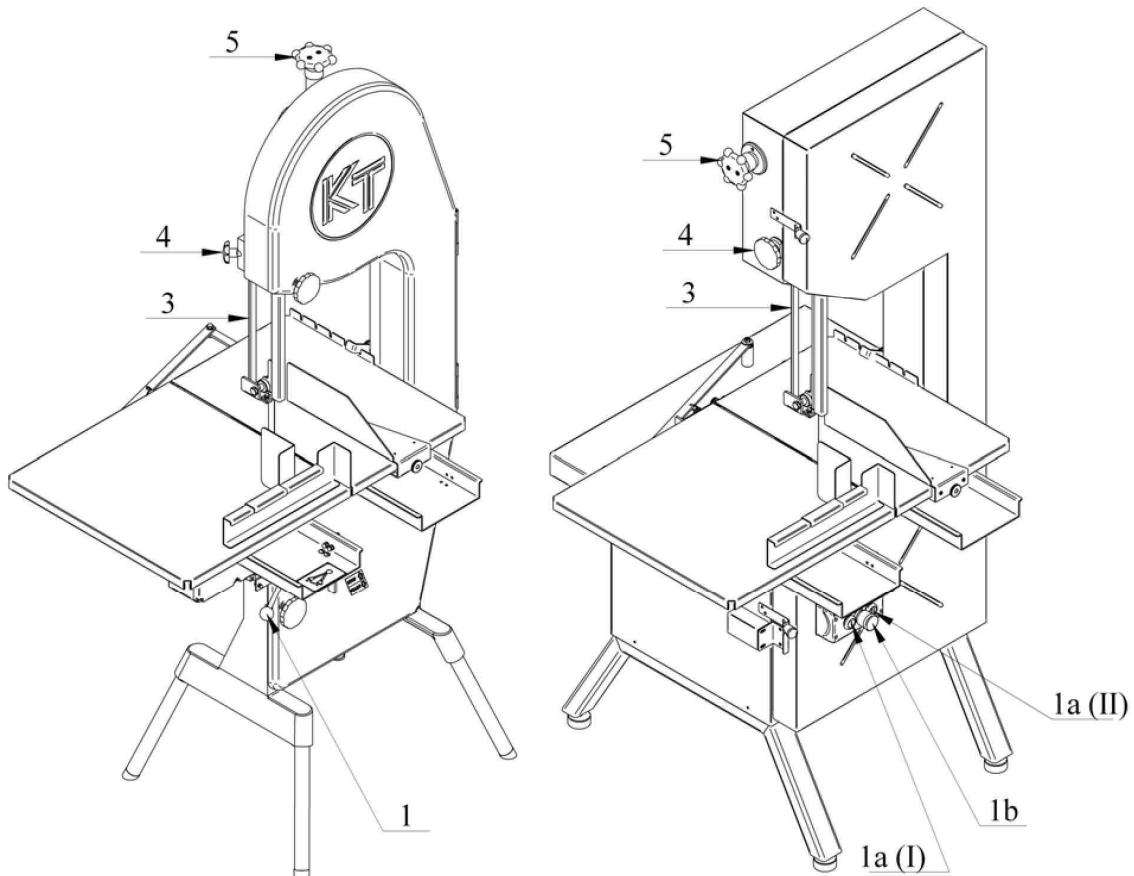

Рисунок 3.
- **КТ-325, КТ-400:** нажмите кнопку запуска (рисунок 3, №. 1).
- **КТ-360, КТ-460:** включите основной источник питания посредством кнопки включения электропитания, расположенного сзади машины. Откройте красную кнопку стоп (рисунок 3, №. 1b) и нажмите белую кнопку запуска (№. 1a). Есть две кнопки запуска: **I = низкая скорость, II = высокая скорость.**
- **КТ-325, КТ-400:** поднятием вверх выключателя (рисунок 3, №. 1).
- **КТ-360, КТ-460:** нажатием КРАСНОЙ кнопки остановки (рисунок 3, №. 1b).
После того как полотно остановилось, опустите верхнюю направляющую полотна / защитный поручень (рисунок 3, №. 3) в нижнее положение, повернув черную ручку (№. 4) против часовой стрелки и одновременно аккуратно потянув верхнюю направляющую полотна вниз. **Не допускайте соприкосновения с полотном.**
Для того, чтобы натянуть полотно поверните регулирующее колесико (рисунок 3, №. 5) по часовой стрелке. Как только регулирующее колесо будет вращаться свободно и его уже нельзя будет больше вращать, это значит, что регулировка натяжения полотна произведена правильно.